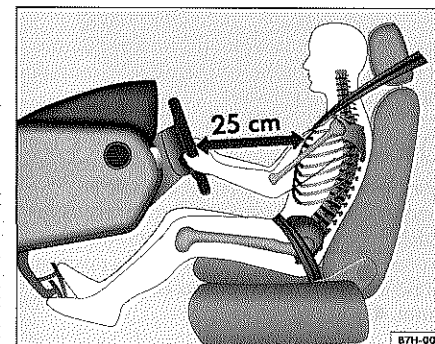

Fig. 54 Posición correcta del conductor
- Ajuste el volante hasta alcanzar la posición deseada ⇒ fig. 54.
- A continuación, tire con fuerza de la palanca ① hacia arriba ⇒ ⚠.
- Ajuste el asiento del conductor o el volante de modo que quede una distancia mínima de 25 cm entre el volante y el tórax ⇒ página 67, fig. 54. ¡Si no respeta la distancia mínima, el airbag no le protegerá adecuadamente y corre peligro de muerte!